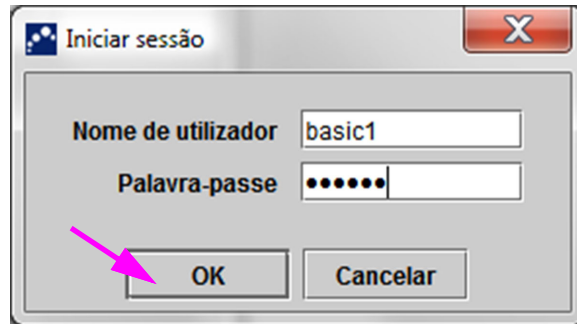

**Figura 5-5. Ícone de atalho do GeneXpert Dx System**
1. No ambiente de trabalho do Windows, faça duplo clique no ícone GeneXpert Dx. Consulte a figura 5-5.